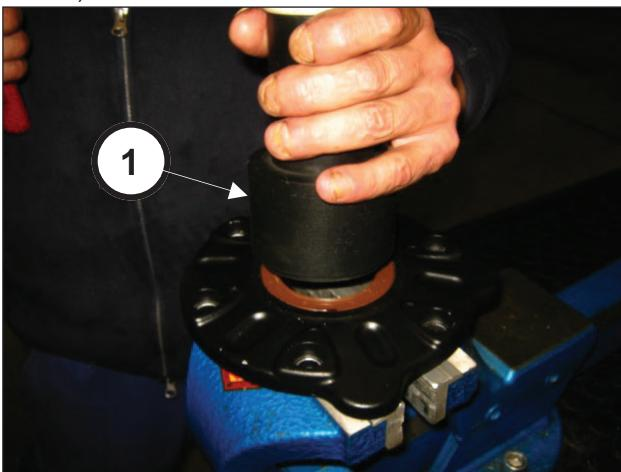

Abb. 90
Verwenden Sie hierfür das Werkzeug Art. 27634900 (Pos. ①, Abb. 90).